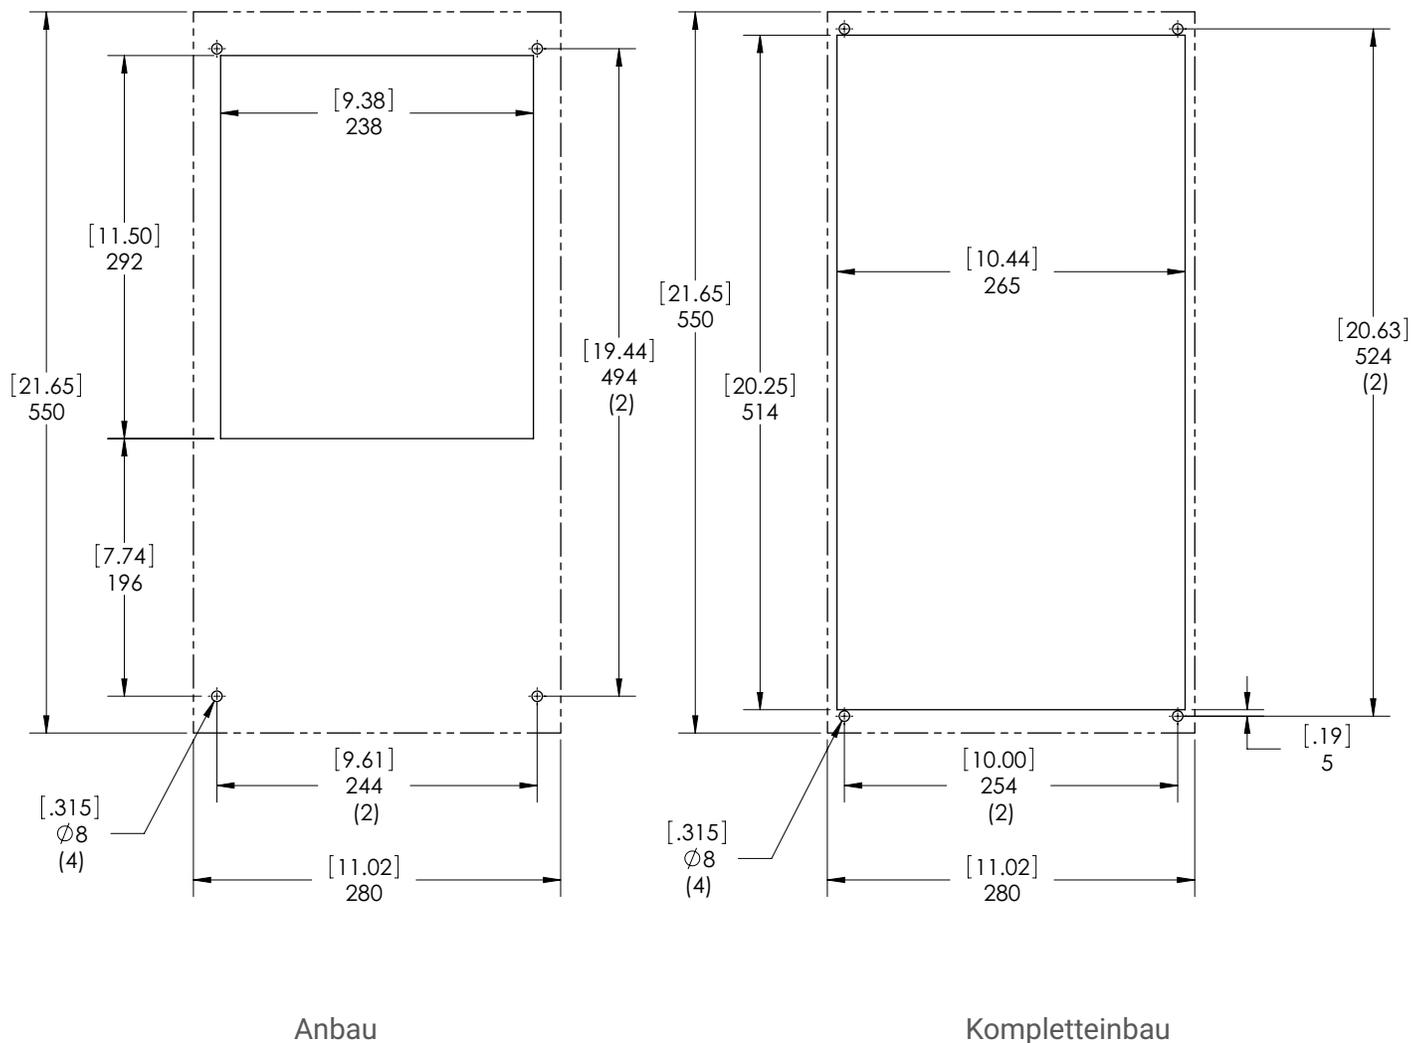

Figure 7
2. Bereiten Sie den Schrank anhand der mitgelieferten Ausschnittschablone vor (siehe Figure 7 und Figure 8). An der Vorderseite des Geräts muss ein Abstand von mindestens 0,5 m eingehalten werden, damit der Luftstrom nicht behindert wird. An den Seiten des Geräts müssen jeweils mindestens 5 cm Abstand eingehalten werden. Damit die Kondensatauffangwanne nicht überläuft, darf das Gerät nicht mehr als 3° zur Ebene geneigt sein.